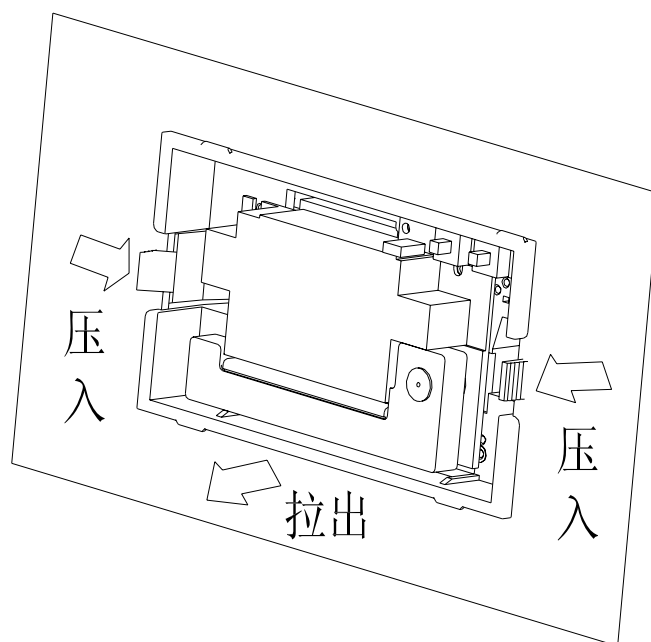

图 2-7
- (2) 从仪器面板上取下整个打印机,请按图 2-7 所示用手指向内夹住打印机的两侧活动舌头,将整个打印机从仪器面板上轻轻取下,注意在取下打印机之前,一定要确认已关掉打印机的电源。